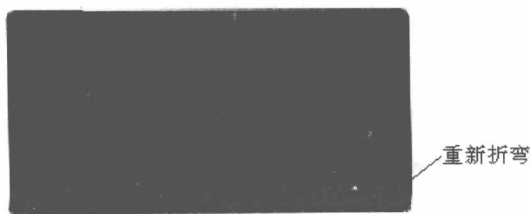

图 1-12 重新折弯
(6) 进行重新折弯操作。在钣金基体上进行重新折弯操作，如图 1-12 所示，钣金设计操作完成。